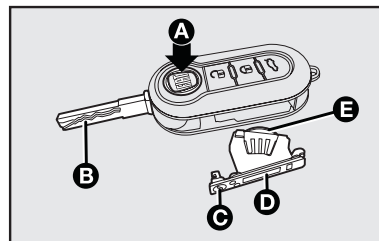

fig. 4
- apretar el botón **A**-fig. 4 y colocar el encaje metálico (**B**) en la posición de apertura;